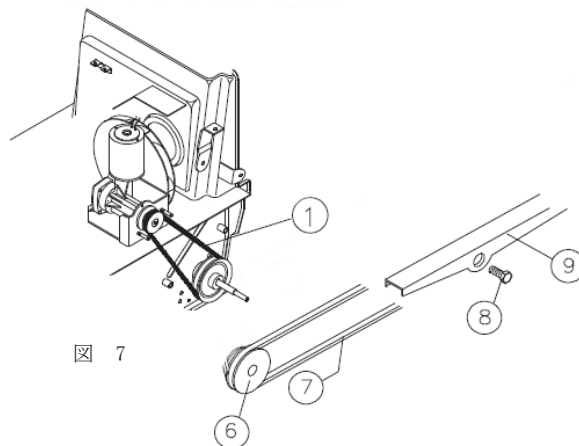

図 7
- ・ 図 7、位置 6 のプーリーから、図 7、位置 7 のベルトを取り外します。
- ・ 図 7、位置 8 の固定ピンのネジを外し、アイドルリングから図 7、位置 9 のサイドアームのフックを外します。
- ・ 図 7、位置 9 のサイドアームから、位置 7 のベルトを取り外します。
- ・ サイドアームを図 7、位置 9 のようにアイドルリングに再度取り付けます。
- ・ 図 7、位置 8 のピンを締め直します。
- ・ 図 7、位置 6 のプーリーの上に、図 7、位置 7 のベルトを再配置します。
- ・ 図 7、位置 1 のベルトを取外します。